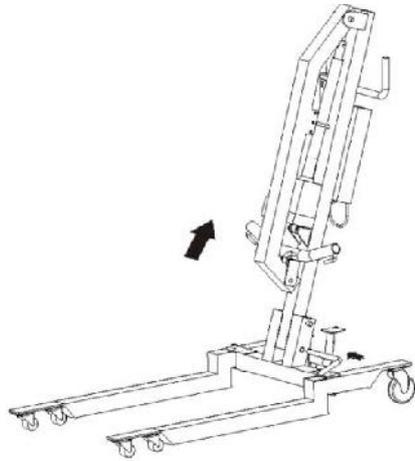

Figura 9. Como elevar el conjunto mástil-brazo.
3. Levante el conjunto mástil – brazo. (ver figura 9)
4. Inserte nuevamente el pasador inferior para asegurar el mástil en posición vertical. (ver figura 9)